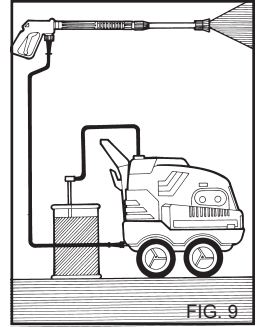

FIG. 9
- 3) Después del uso con detergente, aclarar el circuito de aspiración; introducir el tubo de aspiración del detergente (fig. 9) en un bidón de agua limpia y hacer funcionar la bomba durante 1 minuto con el grifo de dosificación completamente abierto y la lanza en fase de suministro de detergente.
4) Después del uso con detergente, aclarar el circuito de aspiración, introducir el tubo de aspiración (fig. 9) del detergente en un bidón de agua limpia y hacer funcionar la bomba durante 1 minuto con el grifo de dosificación completamente abierto y la lanza en fase de suministro del detergente.